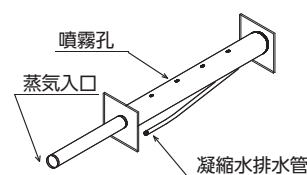

図3-18 蒸気加湿管
- ・ 口径の異なるステンレス製の管を内外2重に組んだ構造となっています。（図3-18参照）内側の管に蒸気を供給し、外側の管の噴霧孔から蒸気を噴霧します。発生した凝縮水は排水管から排出されます。